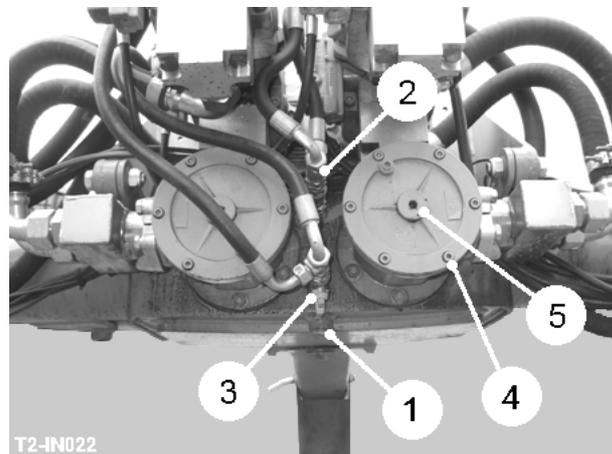

Fig 36
El represa enchufe magnético de aceite (item 1, fig 36), ubicado debajo del centro del haz de línea del frente, debe ser retirado y limpiado anualmente. Este humo inmediato de enchufe también solía vaciar la represa así que si el aceite no está estando cambiado una clavija de BSP 3/4 " temporal debe ser use cerrar el estanque y minimizar la pérdida de aceite.
Los válvulas (artículo 2 & 3, fig 36) cerrar conectado con las líneas de desagüe de caso de bomba permiten que el mantenimiento sea llevado sin vaciar el tanque de petróleo.
1. Deje sin aliento el tornillo de filtro de succión (item 4, fig 36) completamente out cerrar la válvula de límite dentro de la vivienda de filtro en sentido contrario a las agujas del reloj.
2. Suelte los seis tornillos (item 5, fig 36) sujetando la tapa de filtro. Un pequeño amount of aceite estar perdido de la carrocería de filtro.
5. Deje sin aliento el tornillo de filtro de succión (item 4, fig 36) completamente dentro hacia la derecha para abrir la válvula de límite.